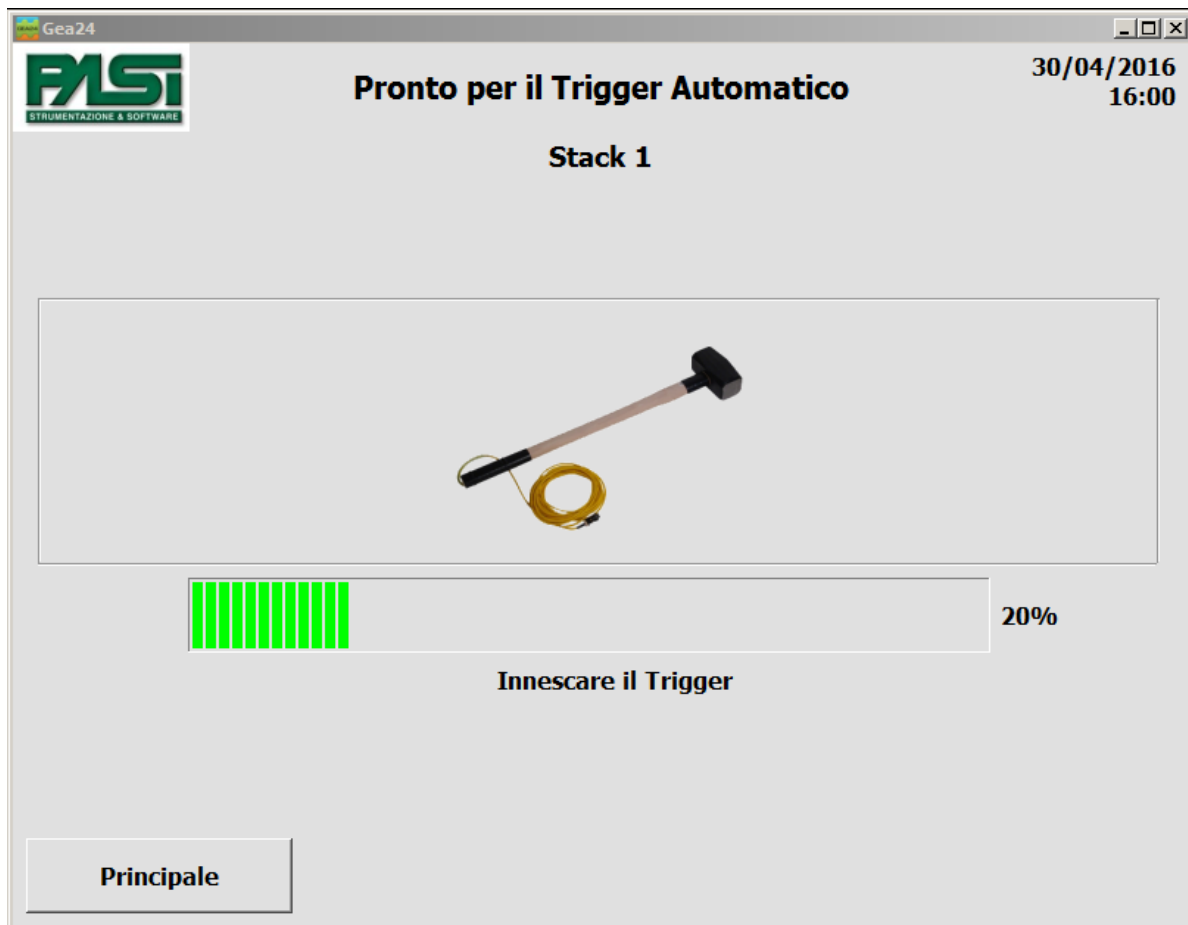

FIGURA 12 - FINESTRA DI INNESCO DEL TRIGGER AUTOMATICO.
- Acquisizione - Esce dalla funzionalità di monitoraggio del rumore e si porta sulla schermata di inizio acquisizione (vedi paragrafo 6.4.2.1 e figura 12) oppure, nel caso si stia realizzando un'acquisizione multipla, sulla schermata di gestione dei parametri SEG2 (6.5.1).